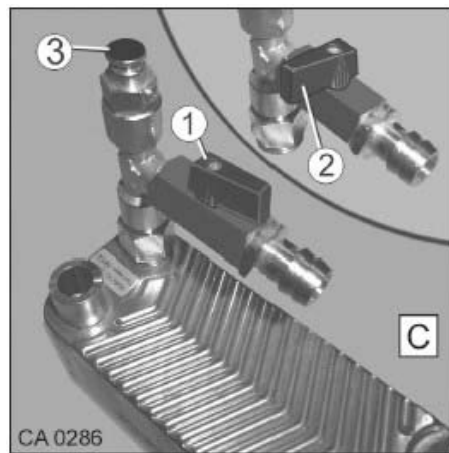

Fig. 181 Échangeur thermique moteur
1. Ouvrir la soupape de purge au moyen de la vis de purge (Fig. 181/3) et la laisser ouverte jusqu'à ce que plus d'air n'en sort.
1. Mode Hiver : Ouvrir la vanne de sectionnement du circuit (Fig. 181/1).
2. Mode Été : Fermer la vanne de sectionnement du circuit (Fig. 181/2).